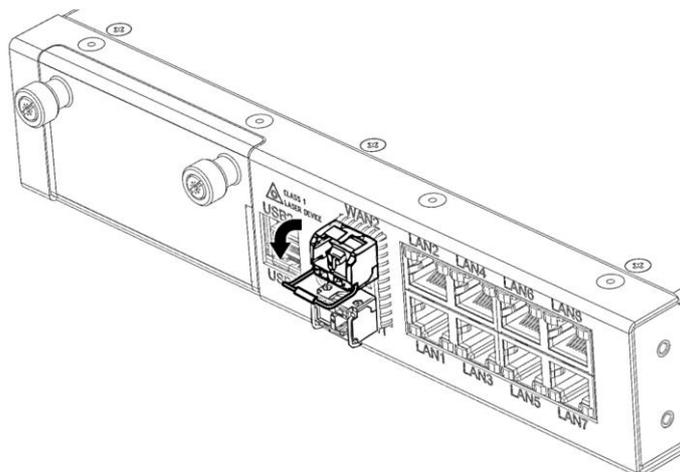

Рисунок 40 – Разблокирование удерживающей защелки
- разблокируйте удерживающую защелку, откинув рукоятку трансивера (рисунок 40);